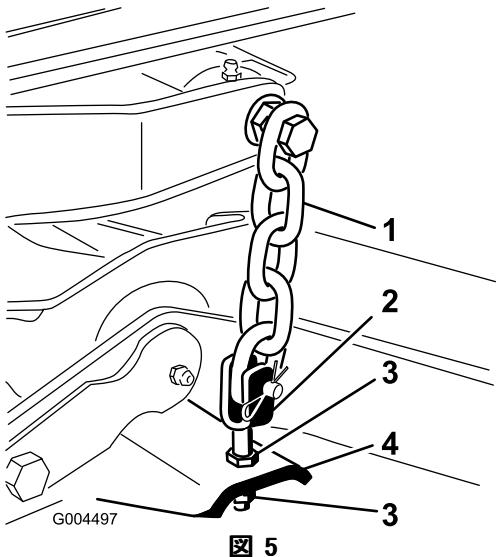

図5
8. デッキのヨーク/チェーンをデッキに固定しているジャムナットを調整してデッキを水平にする(図5)。
- ブレードのピッチが8-11mmになるように、後のヨーク/チェーンを固定しているジャムナット(図5)で刈り込みデッキ後部の高さを調整する。